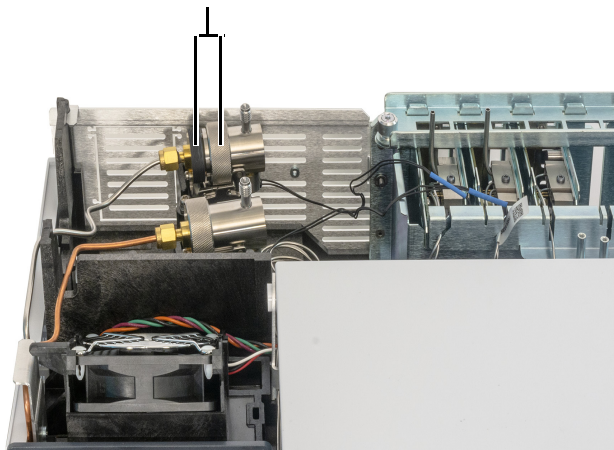

図 30. ローレットナットを緩める
- 図 30 に示すように、スプリットベントトラップを固定しているローレットナットを完全に緩めます。